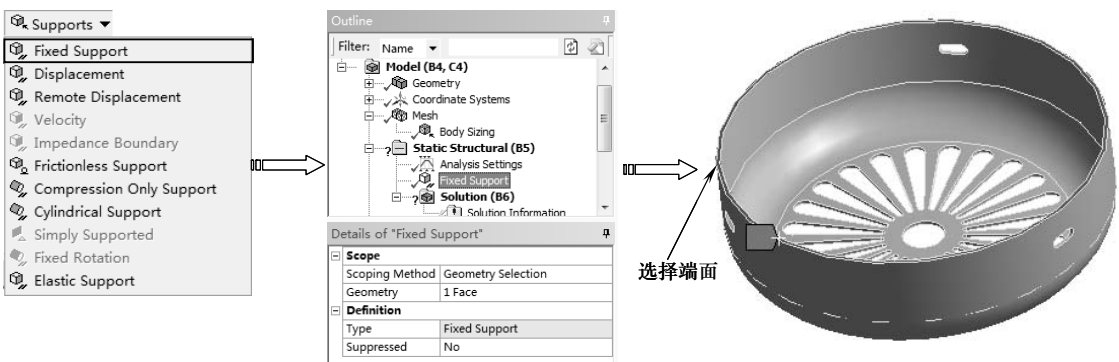

图 9-13 施加位移约束
2) 单击【Environment】工具栏上的【Supports】|【Fixed Support】命令，单击【图形】工具栏上的选择模式下的【Single Select（单选）】按钮 ，然后再单击【Face（选择面）】按钮 ，在【Details of "Fixed Support"】列表中单击【Scope】选项下的【Scoping Method】项，选择端面，单击【Geometry】项中的【Apply】按钮完成，如图 9-13 所示。